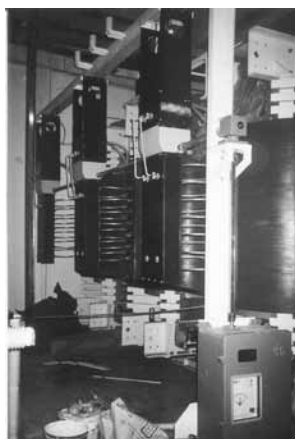

Fig. 7a Instalação do CDC sem estrutura ou armário
7.1.2 Instalação do comutador de derivação em carga em transformador (Fig. 7a)